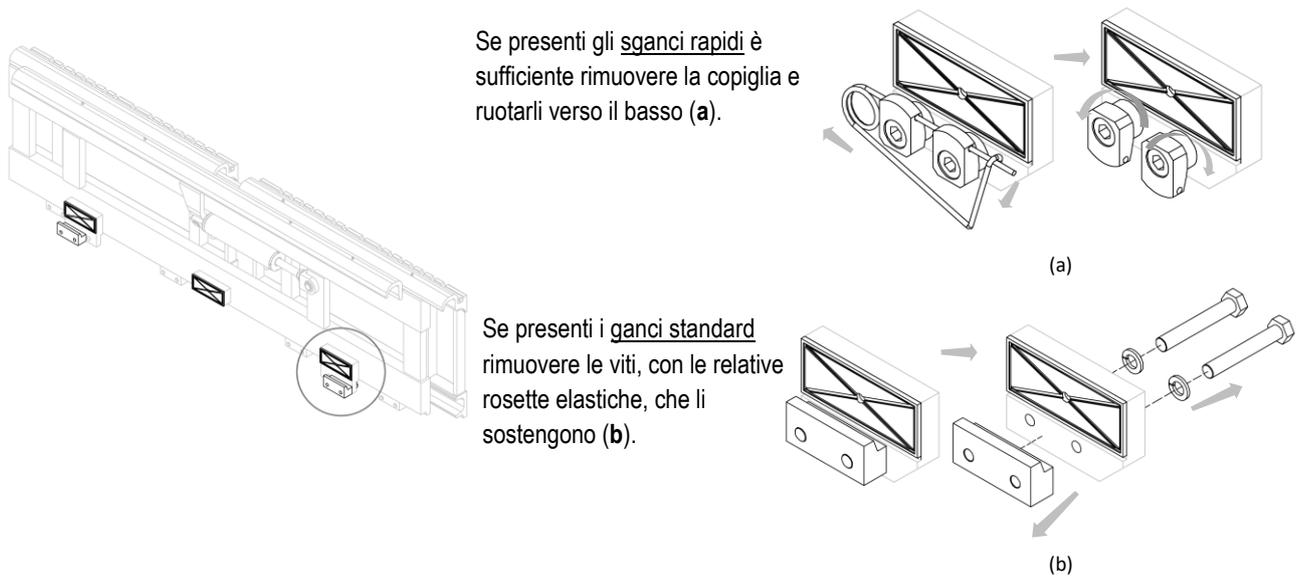

Figura 4
6. Rimuovere i ganci inferiori dall'attrezzatura e ingrassare i lardoni / rulli di scorrimento (vedi *Figura 4*).